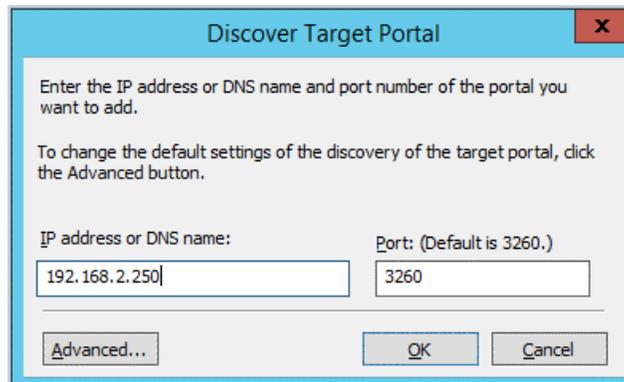

Abbildung 9-20. IP-Adresse für das Zielportal
5. Führen Sie im Dialogfeld „Discover Target Portal“ (Zielportal ermitteln) (Abbildung 9-20) die folgenden Schritte aus: